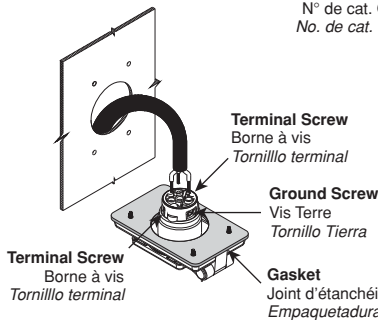

Fig. 2
For FWP Devices: Fully back out terminal screws. Twist strands of conductors tightly together (**DO NOT TIN CONDUCTORS**). Securely crimp short fork terminals (not supplied) onto conductors and insert into proper fork slots as follows: BLACK (Hot) wire to BRASS screw, WHITE (Neutral) wire to SILVER screw, and GREEN (Ground) wire to GREEN screw (see *Fig. 2 & 4*). Tighten terminal screws firmly to 10-14 in.-lbs. **NOTE:** Use Short Fork Terminals, insulated #12-10, stud size 10, such as AMP® Part #52943. **NOTE:** Maximum fork size: 0.43" (1.09 cm) wide by 0.06" (0.15 cm) thick. **NOTE:** Insert Ground fork into fork slot first for ease of installation.
- Dispositifs FWP :** Desserrer complètement les bornes. Entortiller fermement les brins de chaque conducteur (*NE PAS LES ÉTAMER*). Serrer solidement des fourches de terminaison (non comprises) sur les conducteurs, et les insérer dans les fentes appropriées : le fil NOIR (actif) à la borne LAITON, le fil BLANC (neutre) à la borne ARGENT et le fil VERT (terre) à la borne VERTE (*fig. 2 et 4*). Serrer toutes les bornes en exerçant un couple de 10 à 14 po-lb.
- Para productos FWD:** Saque totalmente los tornillos terminales. Tuerza los hilos de los conductores bien apretados (**NO ESTÁNE LOS CONDUCTORES**). Asegure las aletas terminales (no suministradas) en los conductores e insértelas en las ranuras apropiadas como sigue: la NEGRA (Fase) en el tornillo de LATON, la BLANCA (Neutro) en el tornillo PLATEADO y la VERDE (Tierra) en el tornillo VERDE (*vea Fig. 2 y 4*). Apriete los tornillos usando una tensión de 10-14 in.-lbs. **NOTA:** Use aletas terminales aisladas #12-10, espiga de contacto 10, como el modelo AMP® #52943. **NOTA:** Tamaño máximo de la aleta: 1.09 cm (0.43") de ancho por 0.15 cm (0.06") de grosor. **NOTA:** Inserte primero la aleta a tierra en la ranura para una instalación fácil.